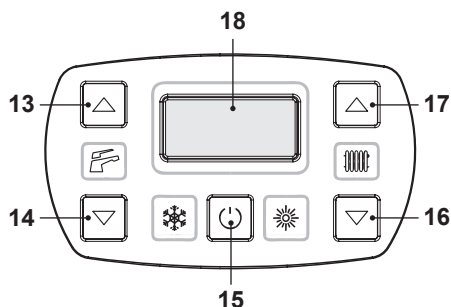

Figura 2.5
- Tenere premuto per 2 secondi il tasto 15 fino a far apparire sul display il simbolo  Figura 2.5.
La temperatura dell'acqua calda di mandata riscaldamento è regolabile agendo sui tasti 16 (diminuzione) e 17 (aumento) (Figura 2.5) da un minimo di circa 25°C ad un massimo di circa 85°C. Alla prima pressione di uno dei due tasti si ha la visualizzazione del
Comunque se la temperatura ambiente non dovesse essere confortevole si può aumentare o diminuire la temperatura di mandata dell'impianto riscaldamento di $\pm 15^{\circ}\text{C}$ agendo sui tasti 16 (diminuzione) e 17 (aumento) (Figura 2.5).
La temperatura dell'acqua calda sanitaria contenuta nel bollitore può essere regolata ad un massimo di circa 60°C , agendo sui tasti 13 (aumento) e 14 (diminuzione) (Figura 2.5).
La temperatura dell'acqua di mandata del serpentino bollitore può essere variata agendo sui tasti 13 (aumento) e 14 (diminuzione) (Figura 2.5).